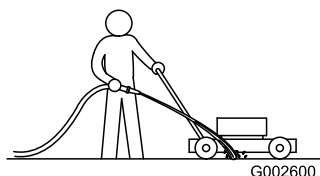

Figure 41
1. Mettez le moteur en marche après avoir amené la machine sur une surface revêtue plane et dirigez un jet d'eau devant la roue arrière **droite** (Figure 41).